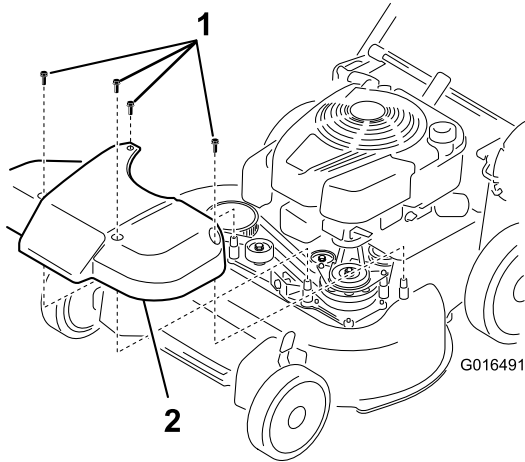

Figura 35
1. Rimuovete il coperchio del sistema di avanzamento lama (Figura 35).